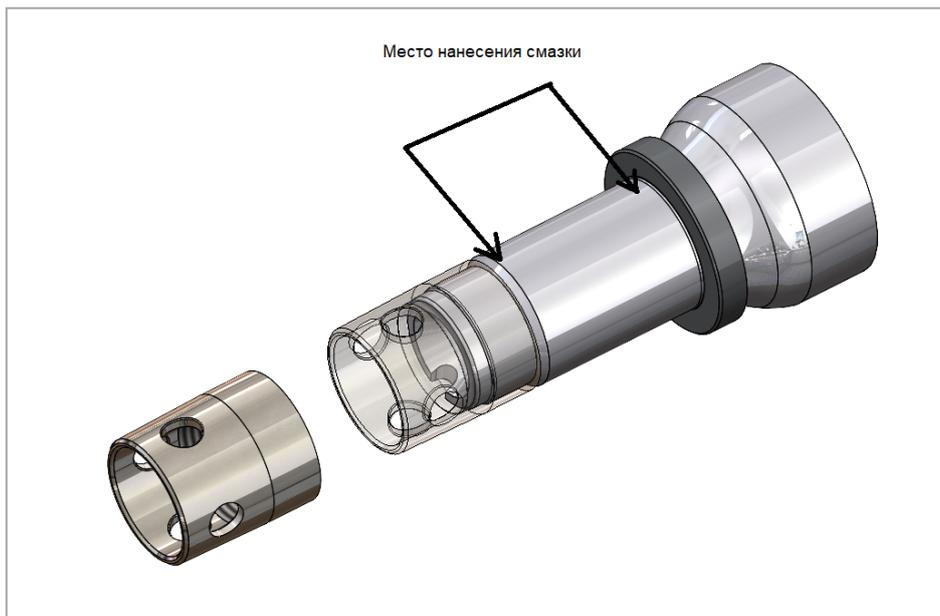

Рис. 8.1. Место нанесение смазки.
2) Нанесите тонкий слой антифреттинговой смазки 85% на цапфу, остаток 15% используйте ближе к упорному кольцу (рис. 8.1).